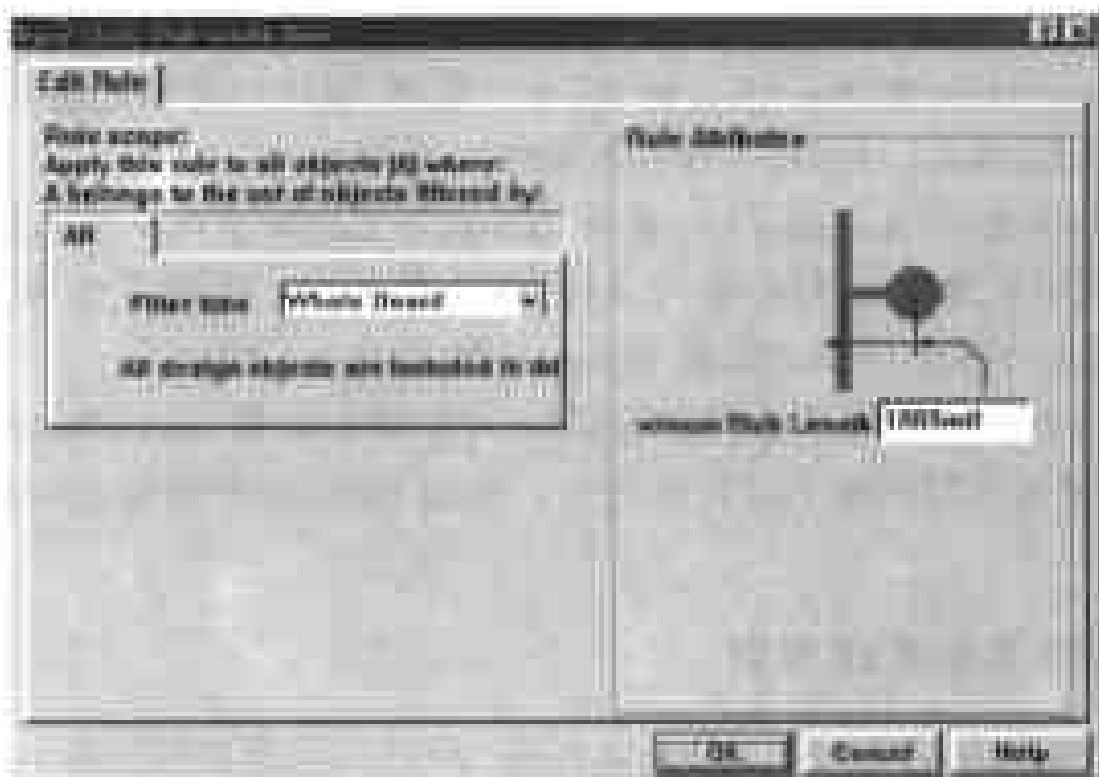

图 9-33 设置菊花链走线的支线长度
(2) 在对话框下部的方框中包含 Scope 和 Limit 两栏,由于 Protel 99 并没有提供预置的设计规则,因此方框中一片空白。在对话框下部单击 Add 命令按钮,弹出如图 9-33 所示的对话框,供用户设置新的规则。
(3) 在对话框左边单击 Filter kind 选项的下拉列表框,在弹出的下拉列表中包含 Whole Board,Net Class 和 Net 3 个选项,供用户设定此规则的适用范围,此选项的取值将反映在 Design Rules 对话框下部方框的 Scope 栏中。
(4) 在对话框右边的 Maximum Stub Length 选项的输入框中输入数值,设置菊花链走线的支线长度的限制值,单位为 mil,此选项的取值将反映在 Design Rules 对话框下部方框的 Limit 栏中。
(5) 在对话框中设置了各个选项后,单击 OK 命令按钮,返回 Design Rules 对话框,则用户所设置的规则将显示在对话框下部的方框中。单击 Close 命令按钮,返回工作窗口,完成此规则的设置。